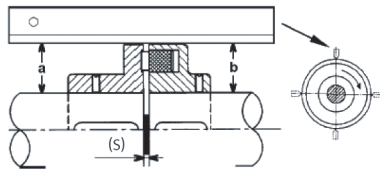
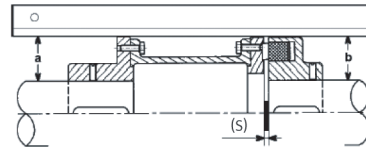

图 5
图 6
- 如果在联轴节端面间放入一个标尺，使轴间具有同样的间距，由此必须确保测量点可以手动转动。另外，两个联轴节间必须具有相等的距离（制造商规定的最小间隙 = 3-5mm），这可以用量具或量规检查。（图 5，图 6）